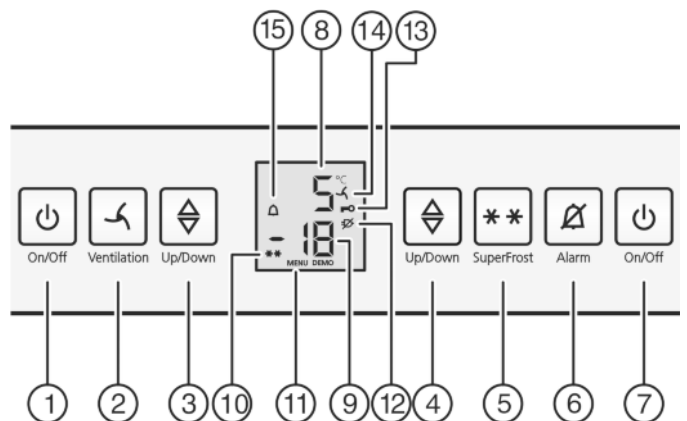

Fig. 2
- ▶ Pulse la tecla On/Off del compartimiento congelador Fig. 2 (7).
- ▶ Pulse la tecla On/Off del compartimiento frigorífico Fig. 2 (1).
- ▶ Activar el modo de ajuste: pulse la tecla SuperFrost Fig. 2 (5) durante aprox. 5 segundos.
▷ En el indicador se visualiza el símbolo Menú Fig. 2 (11).
- ▶ Confirmar con la tecla SuperFrost Fig. 2 (5).
▷ El símbolo de seguridad para niños Fig. 2 (13) se ilumina en el indicador.
- ▶ Pulse brevemente la tecla On/Off del compartimiento congelador Fig. 2 (7).
▷ El símbolo seguridad para niños Fig. 2 (13) desaparece.
- ▶ Pulse la tecla Alarm Fig. 2 (6).
Simultáneamente, parpadea la indicación de temperatura y el símbolo de alarma *Fig. 2 (15)*.
El tono de aviso se desactiva automáticamente, el símbolo de alarma *Fig. 2 (15)* se apaga y la indicación de temperatura deja de parpadear cuando la temperatura vuelve a descender lo suficiente.